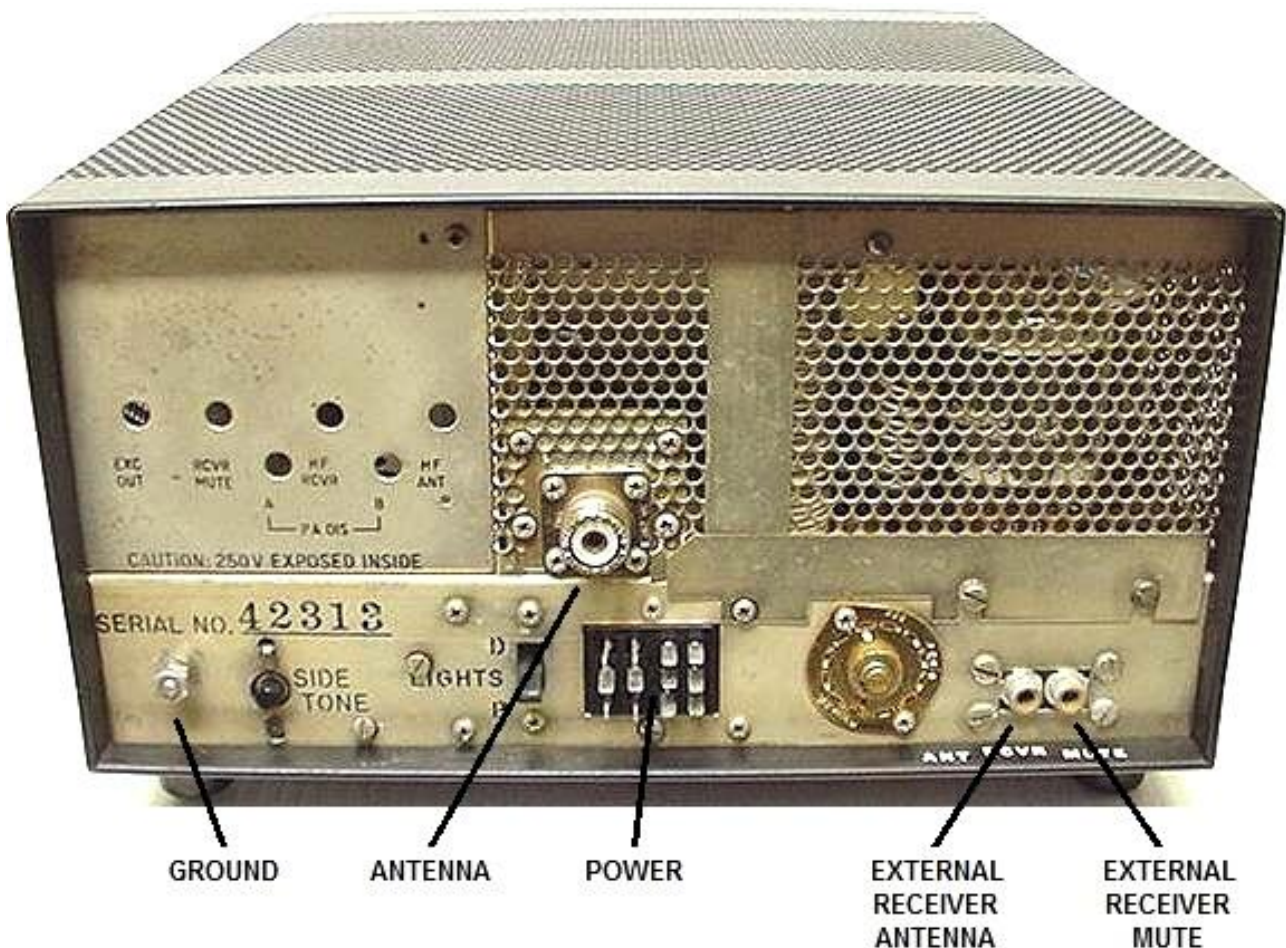

Figura 2-2 Conectores del panel posterior
- Figura 2-2 Conectores del panel posterior
CHASIS (panel posterior) (ver figura 2-2)